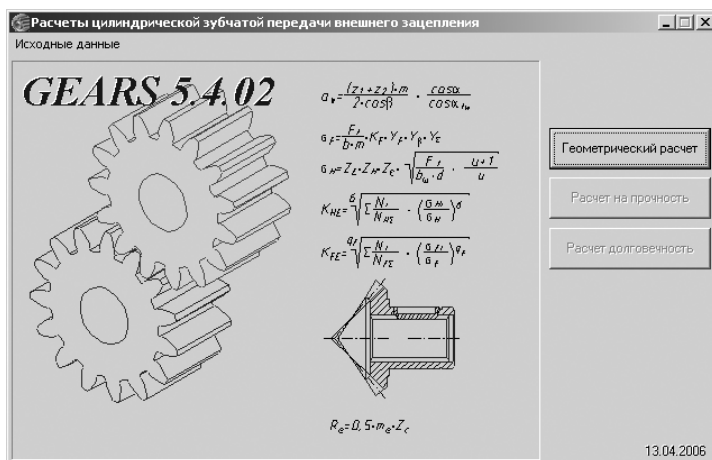

Рис. 5.4. Начальное окно системы **Расчеты цилиндрической зубчатой передачи внешнего зацепления**
- щелкните по кнопке **Выполнить**. Появится начальное окно системы **Расчеты цилиндрической зубчатой передачи внешнего зацепления**, см. рис. 5.4.